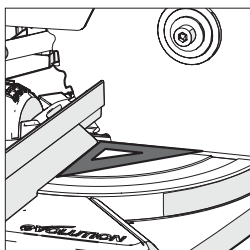

Fig. 14
- Puneți un raportor pe masă cu o latură scurtă lipită de riglă și cealaltă latură scurtă lipită de disc (evitați vârful de TCT ale dinților discului) (**Fig. 14**).